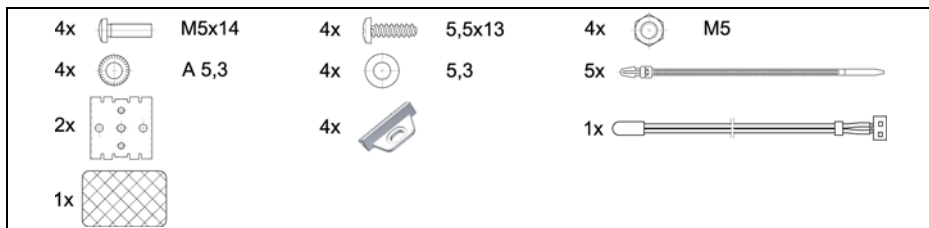

Рис. 1: Прилагаемые комплектующие
- Прилагаемые комплектующие (см. рис. 1).
- Подключите внешний датчик температуры сзади ко входу CMC III PU (рис. 1, поз. 9) и расположите датчик в желаемом месте измерения.